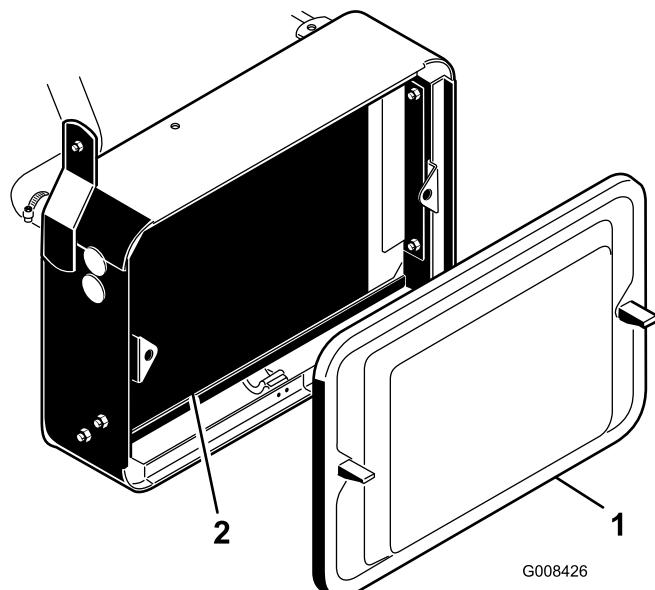

Figura 52
- Rimuovete la griglia del radiatore (Figura 52).